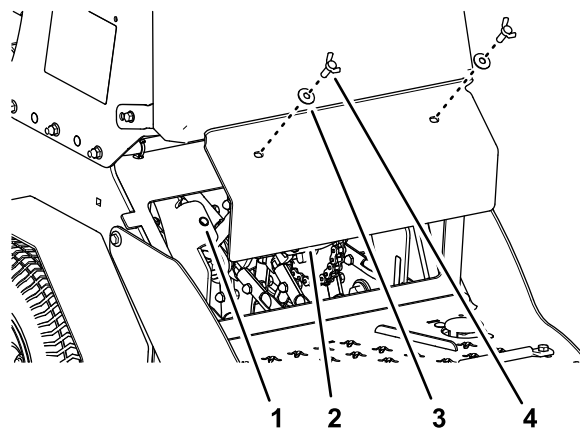

Figura 61
3. Rimuovete le 2 viti a testa zigrinata (3/8" x 1") e le 2 rondelle (3/8") che fissano il pannello di copertura posteriore allo chassis, quindi rimuovete il pannello (Figura 61).
6. Allineate i fori nel pannello di copertura posteriore ai fori nello chassis (Figura 61).
7. Fissate il pannello di copertura allo chassis con le 2 viti a testa zigrinata e le 2 rondelle (Figura 61) rimosse al passaggio 3, quindi serrate i bulloni a una coppia compresa tra 37 e 45 N·m.